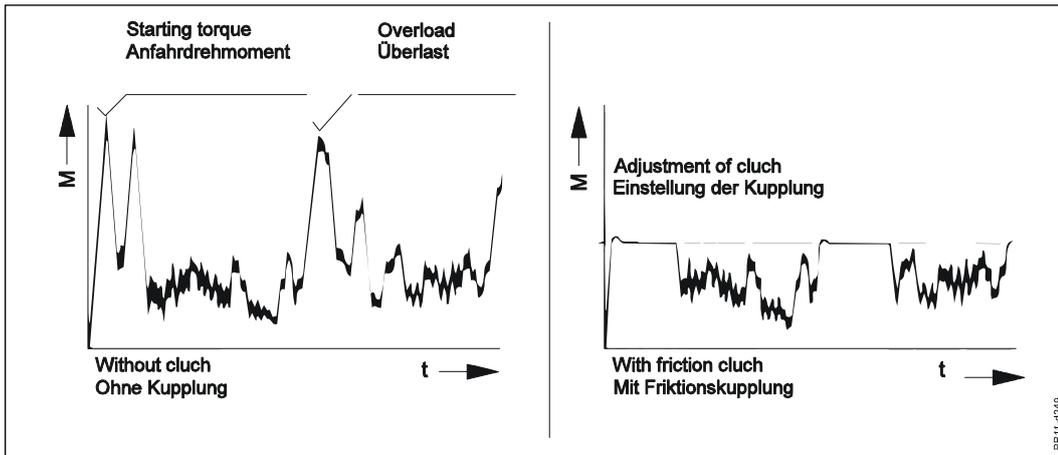

Fig. 5-2
**Fig. 5-2** Die Figur zeigt, wie die Kupplung die Transmission gegen hohe Momentenpitzen sichert und gleichzeitig im Stande ist, das Moment hoch zu halten, während sie gleitet.